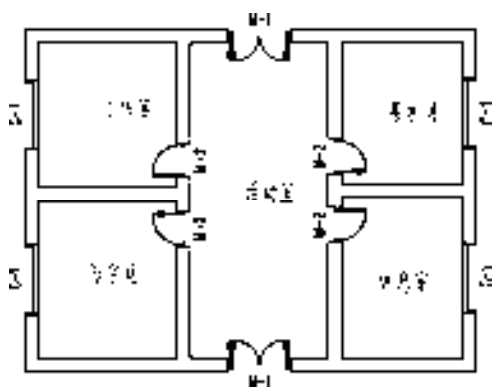

图 8-41 打开素材
1) 按〈Ctrl+O〉组合键, 打开配套光盘提供的“第 8 章/8.2.5 查找替换.dwg”素材文件, 结果如图 8-41 所示。